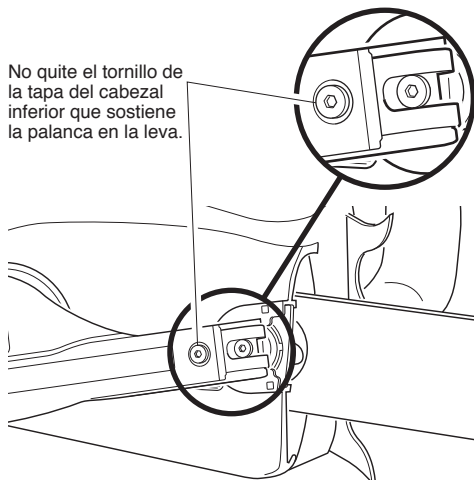

Figura 15 - Ubicación del montaje del tornillo de leva y de la palanca
4. Con una llave allen 5/32 pulgadas, afloje y retire el perno allen cabeza cilíndrica que sujeta la palanca y la tapa de la rueda dentada al cuerpo de la sierra. **Nota:** No quite el tornillo de la tapa del cabezal inferior que sostiene la palanca en la leva (vea la Figura 15).